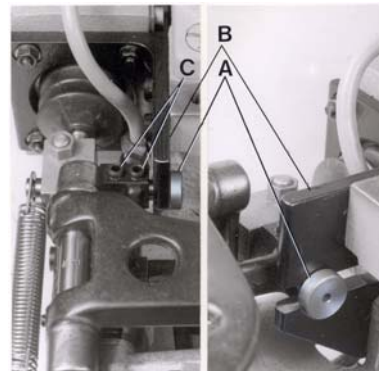

Fig. 17A
When the chain cutter is in its home position, set the stud (A, Fig. 17A) so, that the head of stud just contacts the holder (B) but does not bind. After loosening screws (C) the stud can be set accordingly. Retighten screws (C) on the flat of stud (A).
Wenn die Kettenschere in ihrer Ausgangsstellung ist, stellen Sie den Bolzen (A, Fig. 17A) so, daß der Kopf des Bolzens am Halter (B) ohne zu klemmen anliegt. Nach Lösen der Schrauben (C) kann der Bolzen entsprechend gestellt werden. Ziehen Sie die Schrauben (C) auf der Fläche des Bolzens (A) wieder an.
When the tape cutter is in its home position, set the stud (A, Fig. 17A) so, that the head of stud just contacts the holder (B) but does not bind. After loosening screws (C) the stud can be set accordingly. Retighten screws (C) on the flat of stud (B).
Wenn der Bandabschneider in seiner Ausgangsstellung ist, stellen Sie den Bolzen (A, Fig. 17A) so, daß der Kopf des Bolzens am Halter (B) ohne zu klemmen anliegt. Nach Lösen der Schrauben (C) kann der Bolzen entsprechend gestellt werden. Ziehen Sie die Schraube (C) auf der Fläche des Bolzens wieder an.